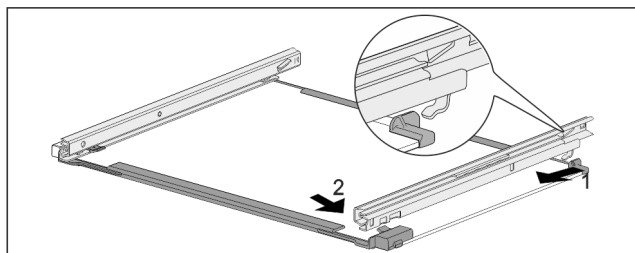

Fig. 111 Staklena ploča s vodicama
- Zakvačite vodicu sa stražnje strane. Fig. 111 (1)
- Uglavite vodicu s prednje strane. Fig. 111 (2)